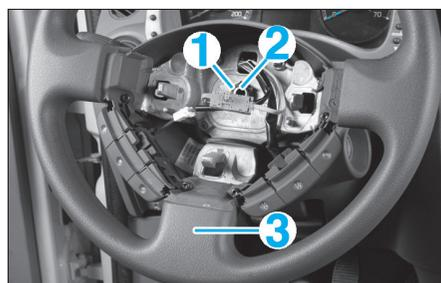

FIG. 1
- Déposer la protection (1) (Fig.1).
- Déposer l'écrou de fixation (2) du volant de direction.
- Déposer le volant (3) en le déboîtant.